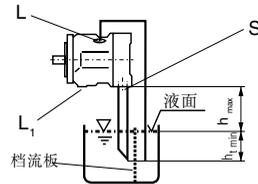

图 4
- 当油箱的最低液面比泵的上端低时，“L₁”口堵，“L”口以及有可能“S”口的管道连接接管见图4。情况如同1.2.1节。
- 如安装在油箱之上，请见图4。按1.2.1的要求进行。